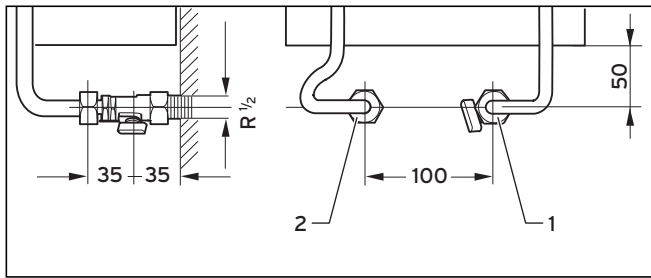

Рис. 5.6 Присоединительные размеры при скрытом монтаже
- Вложите прилагаемые уплотнения в накидные гайки патрубков холодной и горячей воды (1, 2), см. рис. 5.6.